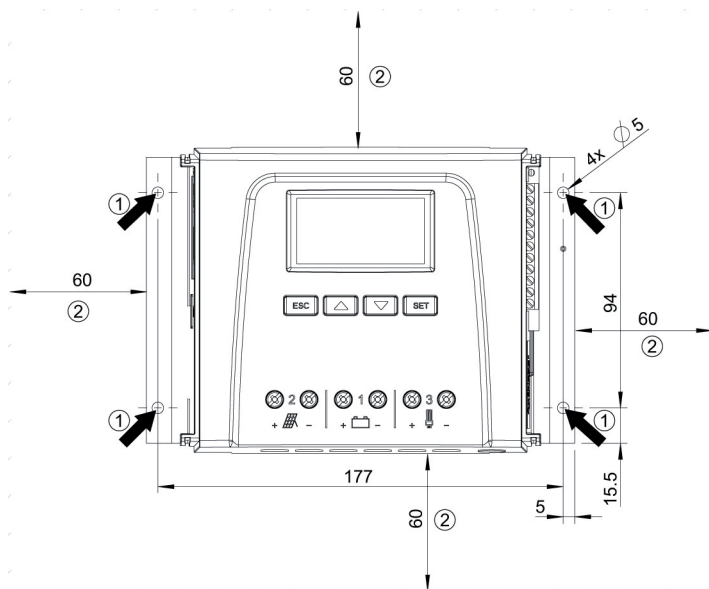

Fig. 10 Ouvertures de fixation ① et espaces libres ②
- La zone autour du régulateur présente de toutes parts un espace libre minimal de 60 mm. L'espace libre fait référence au régulateur *sans* les caches ; voir la position ② de la Fig. 10.
- Ne percez pas à travers les ouvertures de fixation ① (Fig. 10).
3. ➞ Posez le régulateur en position horizontale sur la surface de montage et dessinez les trous de montage à travers les ouvertures de fixation ①.